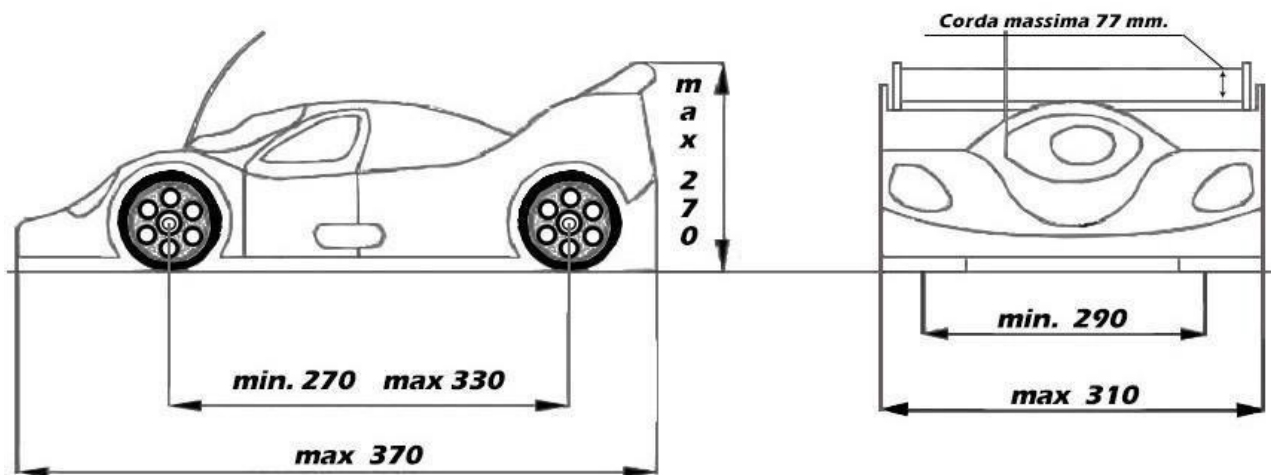

Figura 11 : Dimensioni 1/8 GT
7.1.7 Le dimensioni generali dell'automodello sono (**come da figura 11 in questa pagina**):
7.1.10 ALETTONE (*vedi figura 11 in questa pagina*) :